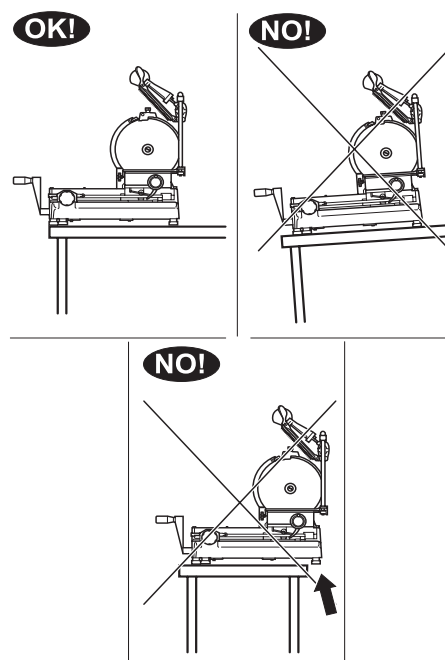

Figure 8-2
1. Choisissez un emplacement pour la trancheuse qui dispose d'une surface plane, solide, antidérapante et ininflammable et qui est situé dans un espace de travail bien éclairé et à l'écart des visiteurs et des enfants (Figure 8-2).